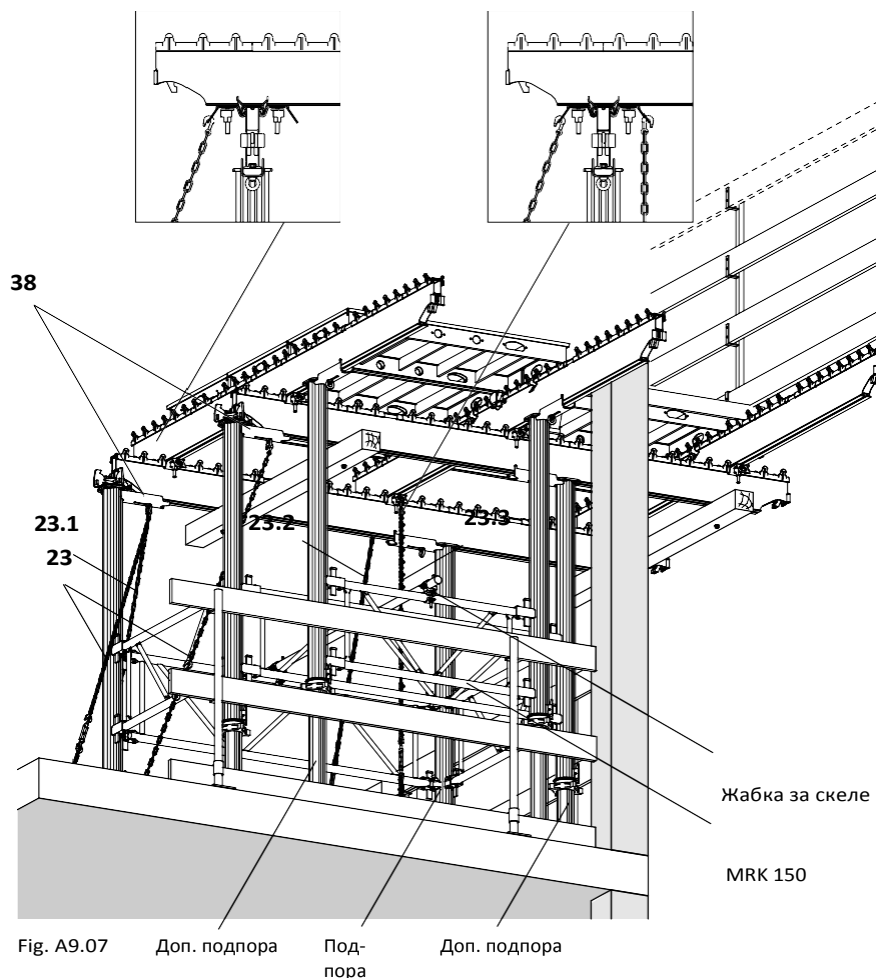

Fig. A9.07 Доп. подпора Под-пора Доп. подпора
1. Закачете по една опъваща верига (23) към външната свързка за маса STV (38) на всеки от долните трегери SLT 375 и я опънете по диагонал.
3. Закачете две опъващи вериги към обезопасителите SAO на средния горен над-лъжен трегер. Първата верига опъ-нете диагонално (23.2), а втората - вертикално (23.3). (Fig. A9.07 + A9.07a)